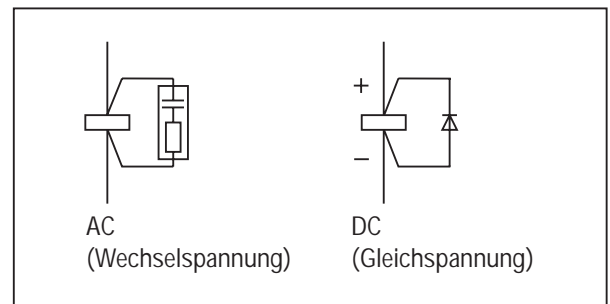

Abb. 9.3.1 Überspannungsbegrenzer
- Beim Ansteuern von Relais oder Magnetkontakten können die dabei auftretenden induktiven Schaltspitzen zu Funktionsstörungen der Steuerung oder anderer Bestandteile des Umrichters führen. Um diese Störsignale wirksam zu begrenzen ist, wie in Abb. 9.3.1 dargestellt, ein Überspannungsableiter oder eine Freilaufdiode der Störquelle parallel zuschalten.